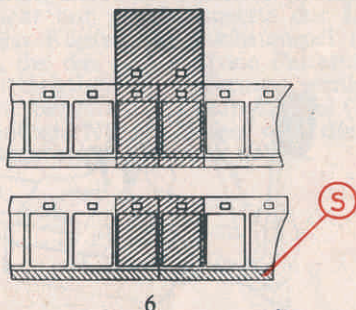

Fig. 6
Fig. 6 Togliere quindi la pellicola dalla matrice staccando delicatamente la porzione di nastro rimasto attaccato alla matrice e ripiegare accuratamente il nastro stesso, tagliato in eccedenza, dalla parte opposta del film facendo bene attenzione che non si crei una sporgenza lungo il bordo del film: la pista magnetica (S) risulterà in tal modo scoperta.
Fig. 6: Separate film from block and carefully take off excess tape from matrix, folding it over onto back of film. Make sure excess tape is adhering well all around the edge of the film: the adhesive tape has left the magnetic track (S) free.
Fig. 6: Enlever la pellicule de la platine en la retirant attentivement; ensuite replier le ruban adhésif en excès sur l'envers de la pellicule: le ruban adhésif laisse la piste magnétique (S) complètement libre.
Fig 6: Film vorsichtig aus den Zentrierstiften nehmen und überstehendes klebeband scharf auf die Rückseite des Films umlegen und andrücken: das Klebeband lässt die Tonspur (S) frei.